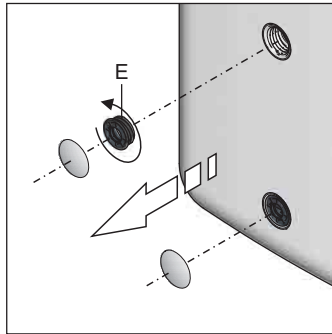

Fig. 6-4 Étapes de travail 2 + 3
- démonter le cache à l'aide de la poignée et dévisser l'embout fileté (fig. 6-4, rep. E) du réservoir du ballon.